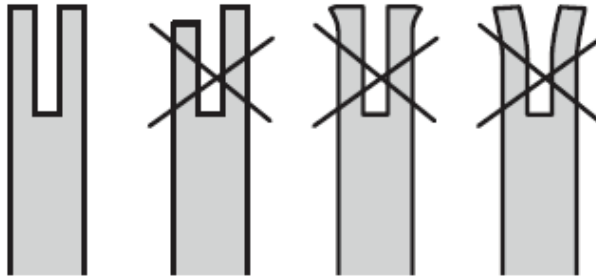

Fig. 40
5. Compruebe si el raíl de la espada presenta desgaste. Sostenga una regla (de borde recto) contra el lateral de la espada y las placas laterales de corte. Si existe una holgura entre la regla y la espada, el raíl de la espada es normal. Si no hay holgura (la regla queda al ras contra el lateral de la espada), el raíl de la espada está desgastado y debe sustituirse por uno nuevo del mismo tipo (Fig. 40).